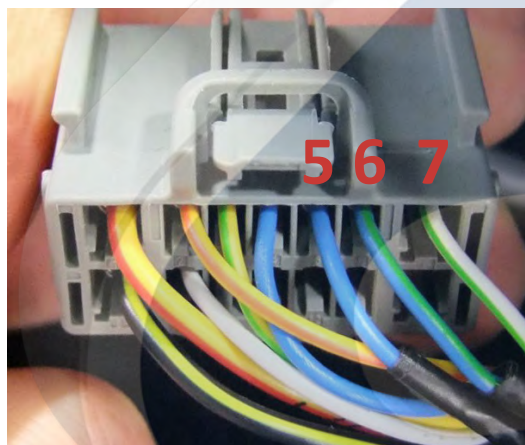

Imagen 28
11.c. A continuación fijaremos el GPS BOX al chasis mediante VELCRO o Cinta de doble cara, teniendo en cuenta que no dificulte la movilidad del asiento una vez se mueva hacia adelante / atrás (imagen 28).